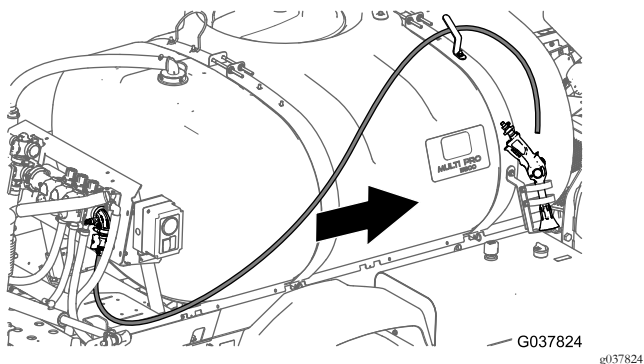

图95
4. 沿打药车药缸朝喷枪支架的方向向前铺设供水软管并用 3 条扎带将软管固定到药缸架上 图95。